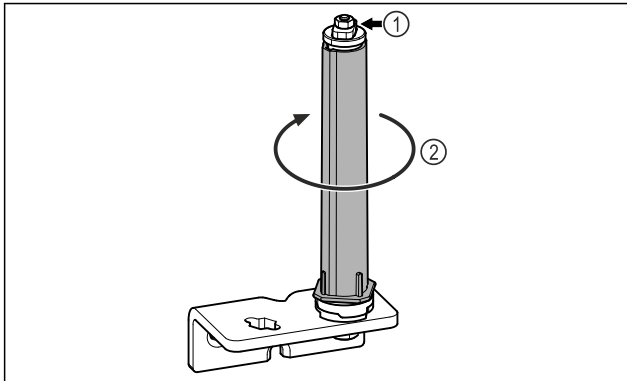

Fig. 28
- ▶ Neardykite durų uždarymo sistemos Fig. 28 (1).
- ▶ Sukite uždarymo sistemą Fig. 28 (2), kol ji užsifiksuos.